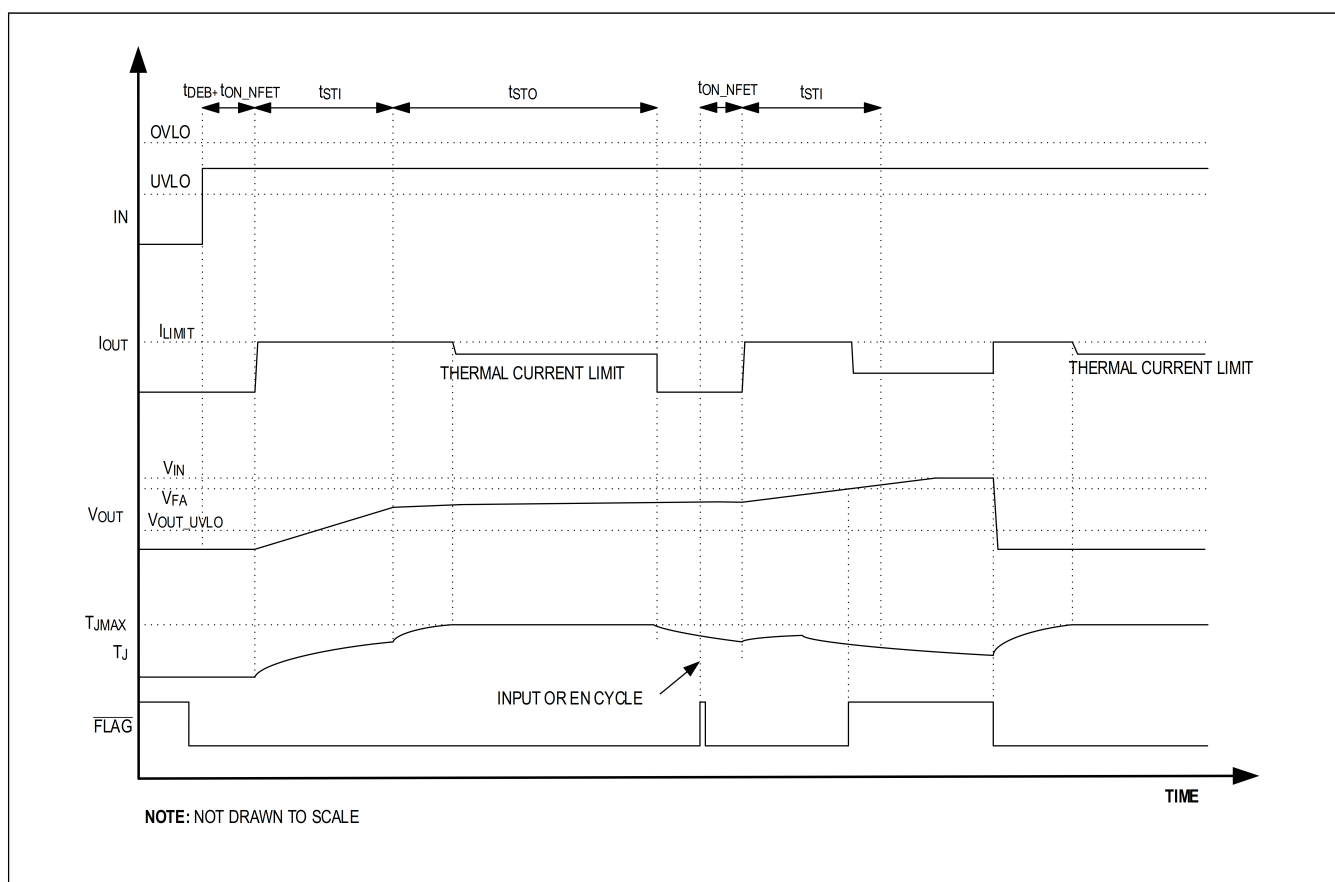
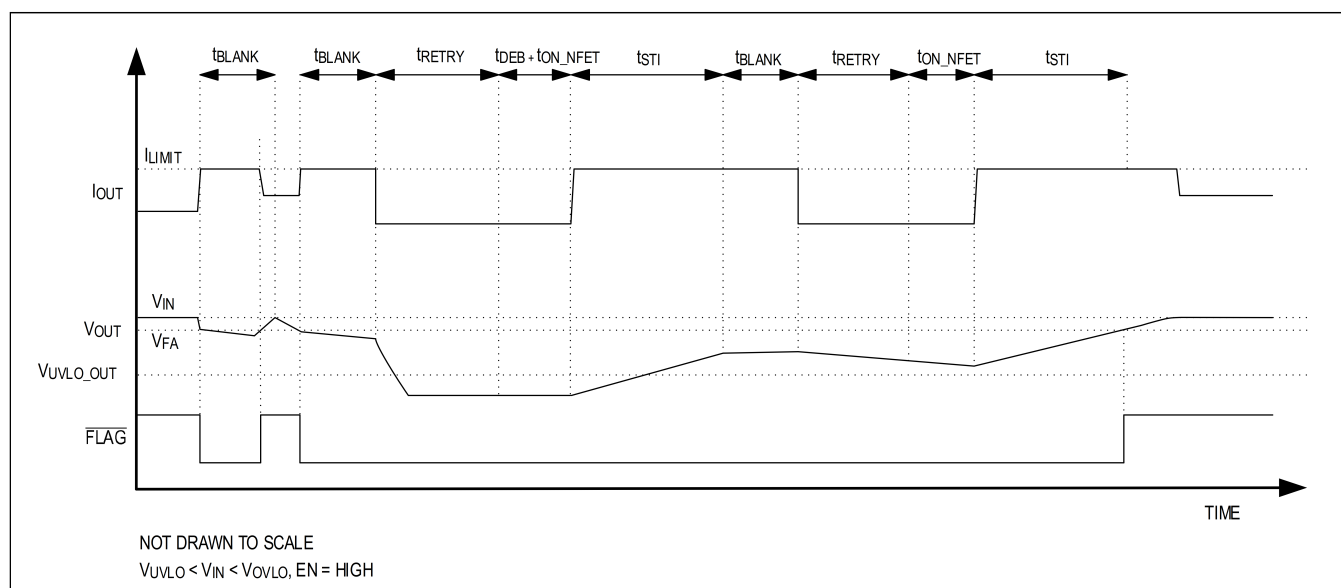
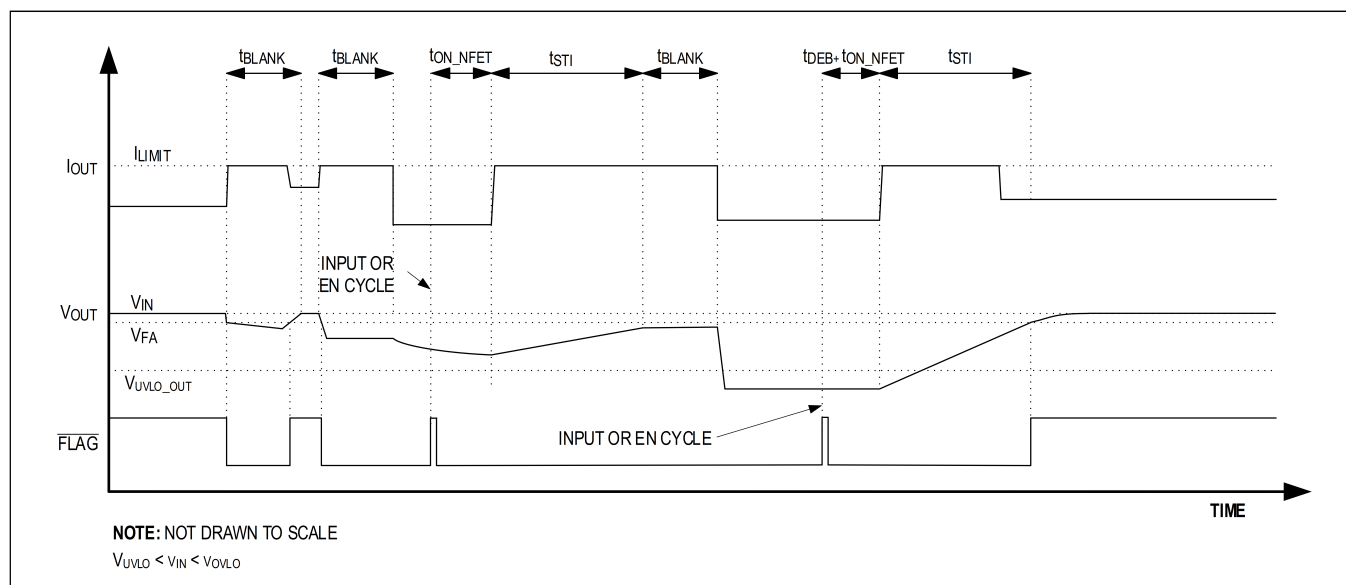

図 16. 連続フォルトのタイミング図
図 17. フォルトのタイミング図
図 18. ラッチオフ・フォルトのタイミング図
連続電流モードでは、デバイスを流れる電流が電流制限スレッシュホールドに達した場合、デバイスは電流を設定済みの電流制限値に制限します。内部スイッチの電圧降下が V_{FA} を超えると $\overline{FLAG}$ ピンがアサートされ、 V_{FA} を下回るとデアサートされます。図 16 に連続電流制限モードの代表的な動作を示します。
24ms (代表値) の t_{BLANK} 、24ms (代表値) の t_{STI} 、720ms (代表値) の t_{RETRY} 、6.25% のデューティ・サイクルを仮定すると、全時間スイッチがオンであった場合と比較して 93.75% の電力削減となります。図 17 に自動再試行電流制限モードの代表的な動作を示します。
ラッチオフ電流制限モードでは、デバイスを流れる電流が電流制限スレッシュホールドに達した場合、 t_{BLANK} タイマーがカウントを開始します。内部スイッチの電圧降下が V_{FA} を超えると $\overline{FLAG}$ ピンがアサートされ V_{FA} を下回るとデアサートされます。 t_{BLANK} の時間が経過する前に過電流状態が解消するとタイマーはリセットします。過電流状態が t_{BLANK} を超えて継続する場合は、スイッチはオフになりその状態を維持します。スイッチをリセットするには、コントロール・ロジック (EN) を $30\mu s$ (代表値) 以上の間 0.4V 未満に維持するか、入力電圧の投入を繰り返します。図 18 にラッチオフ電流制限モードの代表的な動作を示します。
サーマル・シャットダウンの動作は電流制限と同じです。自動再試行モードでは、サーマル・シャットダウンは自動再試行タイマーと連携します。ジャンクション温度が立下がりサーマル・シャットダウン・スレッシュホールド未満になると、デバイスは t_{RETRY} の時間後にオンになります。ラッチオフ・モードでは、入力電力が再投入されるか EN ピンがトグルされるまで、デバイスはラッチオフします。連続モードでは、温度が制限値を超えた場合デバイスはオフになるだけで、温度が立下がりサーマル・シャットダウン・スレッシュホールドに達すると、t_{DEB} の時間後にオンに戻ります。過熱保護にはブランキング時間はありません。図 16、図 17、図 18 に、各種電流制限モードでの代表的な動作を示します。